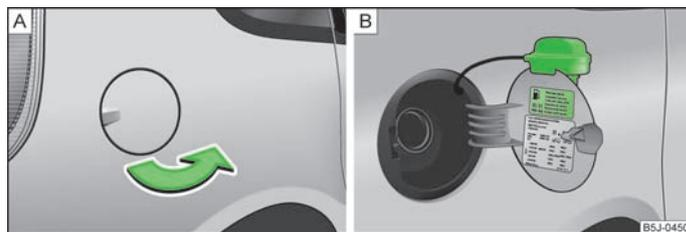

Fig. 112 Lato vettura posteriore destro: Apre lo sportello serbatoio / sportello serbatoio con tappo a vite
Sul lato interno dello sportello sono riportati i tipi di carburante idonei per la vettura nonché le dimensioni dei pneumatici e la pressione di gonfiaggio » fig. 112 - **B**.
- Aprire manualmente lo sportello del serbatoio » fig. 112 - **A**.
- Ruotare completamente verso sinistra la chiusura del tappo e inserire dall'alto il tappo del serbatoio » fig. 112 - **B**.